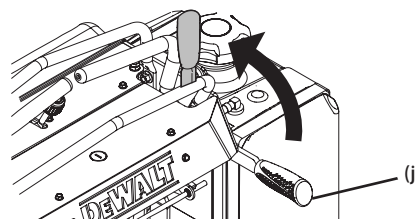

Figura 4
9. Para aplicar el freno de mano, tire hacia atrás completamente de la palanca del freno de mano (j). Consulte la Figura 4.